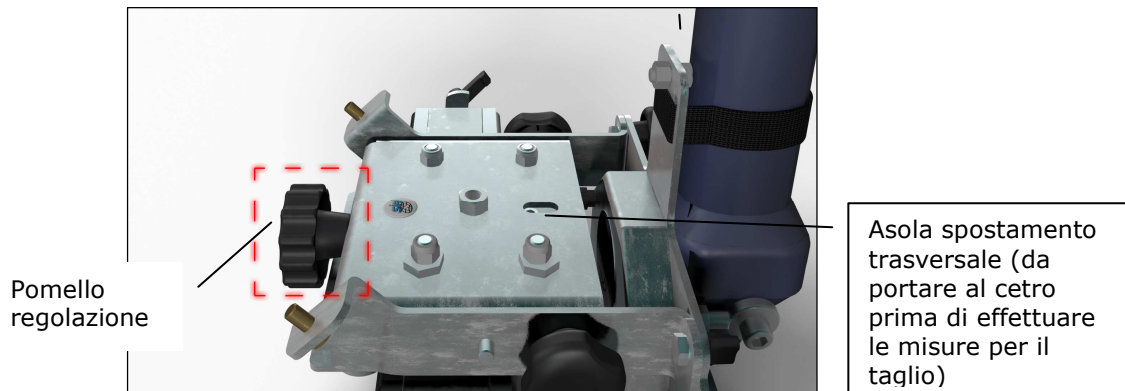

Fig. 6.4.4 Pomello di regolazione di spostamento trasversale del carrello.
- 9- Posizionare la regolazione millimetrica al centro (vedi fig.6.4.4).
- 26- Posizionare la regolazione millimetrica al centro (vedi fig.6.4.4).